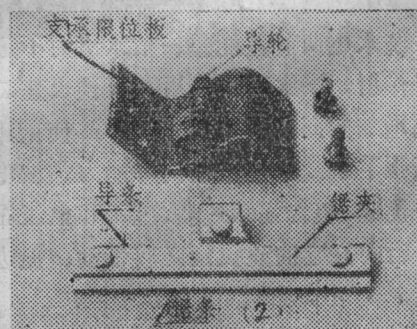

图 2
①导杆。原导杆锯夹端孔为  $\phi 6$ ，且开口，使用中容易弯曲。改用  $45^\circ$  钢重新加工，锯夹端孔改为  $\phi 8$ ，且不开口，其它尺寸不变。
②支承限位板。如图 2 (1)，用厚 5 mm A3 钢板制成，用两颗 M6 螺钉固定于锯身。下端卡入换向器退刀槽，使电动锯有依靠，同时，限制锯条切割深度。
③锯夹导轮。如图 2 (1)，利用原锯导轮装于支承限位板上，起导向和承受推力的作用。
④锯夹。如图 2 (2)，用合金铝或  $45^\circ$  钢制成正反两块，长度等于换向片高度减去导杆往复行程 (20 mm)。
⑤锯条。为手工钢锯条，长度等于锯夹。可更换粗、中、细锯条可适应不同宽度的云母槽。
⑥导条。用手工钢锯条，长度等于锯夹，把锯齿磨去。